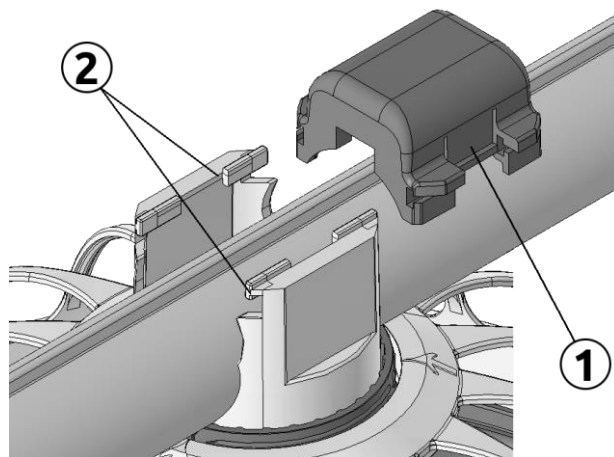

Рисунок 3.13
На трубе шнека кормушка фиксируется держателем. Для этого (рис. 3.13) необходимо нажать на фиксаторы (1) в держателе и задвинуть его в шлицы распределителя (2), после правильного сопряжения деталей отпустить фиксаторы.